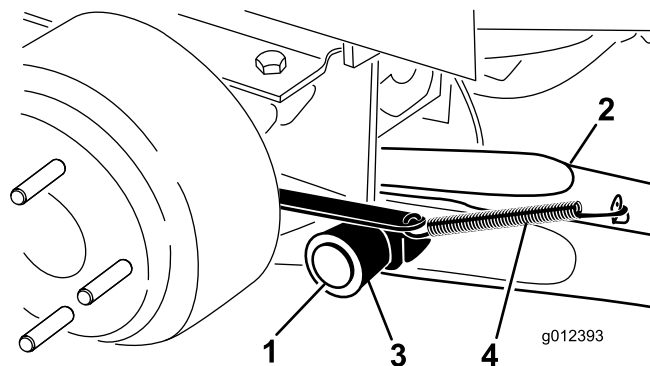

Figura 3
4. Montate un braccio di sollevamento sulla staffa orientabile con un perno girevole e una coppiglia (Figura 3). Montate il braccio di sollevamento con la parte piegata collocata verso l'esterno.
5. Agganciate la molla di ritorno del freno alla linguetta presente sul braccio di sollevamento (Figura 3).